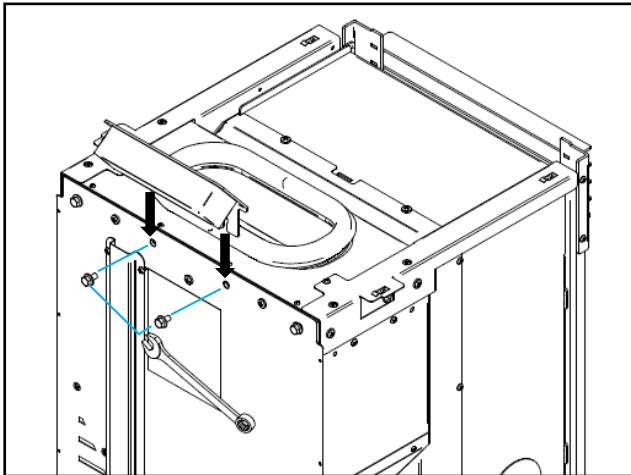

Figure 19 - Mise en place de l'afficheur
a) Placez l'afficheur (situé pour le transport dans le réservoir de granulés) sur la partie postérieure de la machine, comme le montre la Figure 19. Afin de réaliser cette tâche, vous devez desserrer légèrement les vis se trouvant sur la partie postérieure. En serrant l'afficheur, il se peut qu'un ajustement en hauteur soit nécessaire.